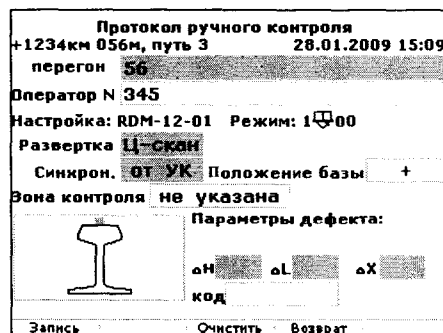

Рисунок 68
2.5 Нажать на клавишу **ЗАП**, при этом на экран выводится формат Протокол ручного контроля (рисунок 68).